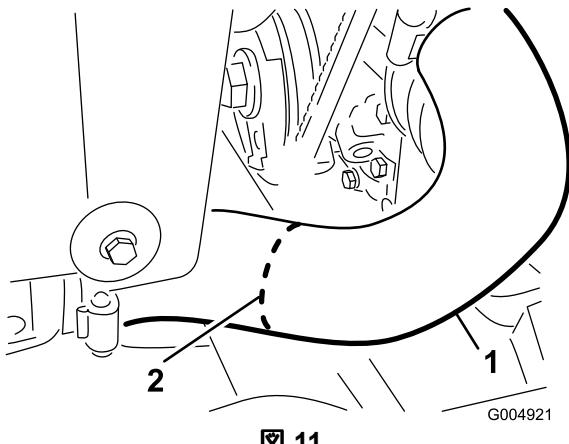

図 11
9. 図 11 に示す白線のところで下側のラジエターホースを切断する。